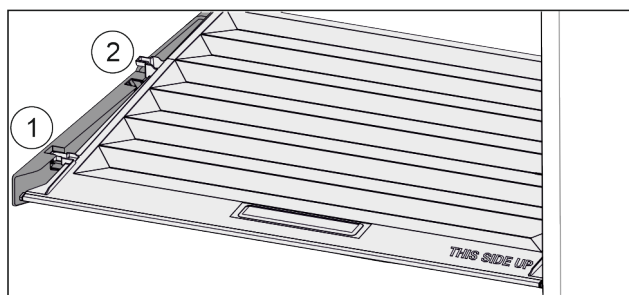

Fig. 39
- ▶ Vytáhněte víko dopředu až k otvoru v přídržných dílech Fig. 39 (1).
- ▶ Vzadu zespolu nadzvedněte a vyjměte směrem nahoru Fig. 39 (2).